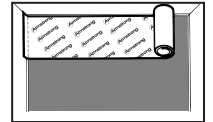

Figure 3
1. Installer la sous-couche dans le même sens que celui où le couvre-plancher sera installé (Figure 3).